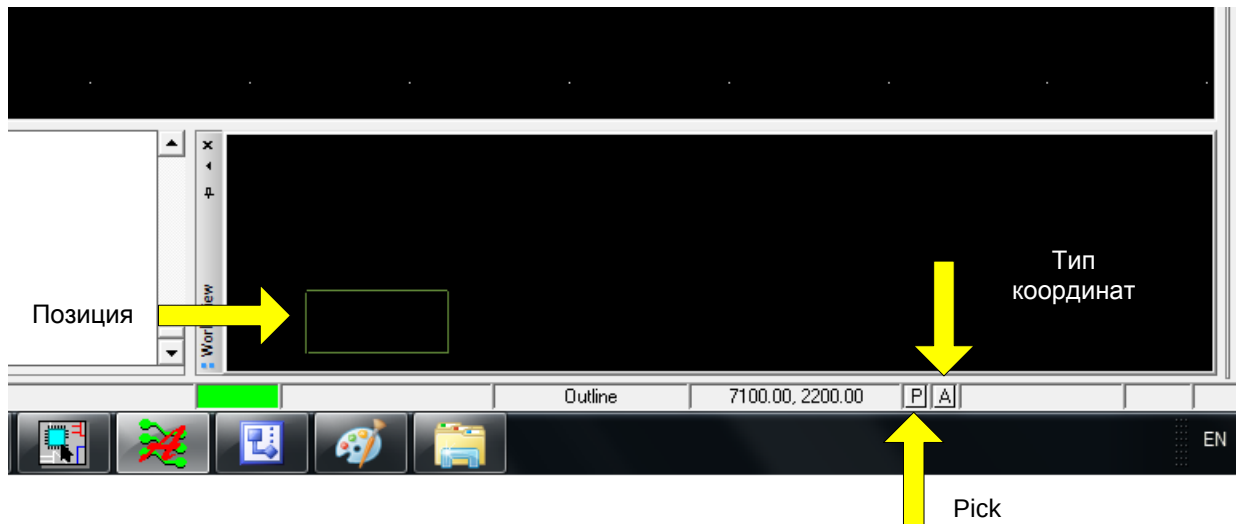
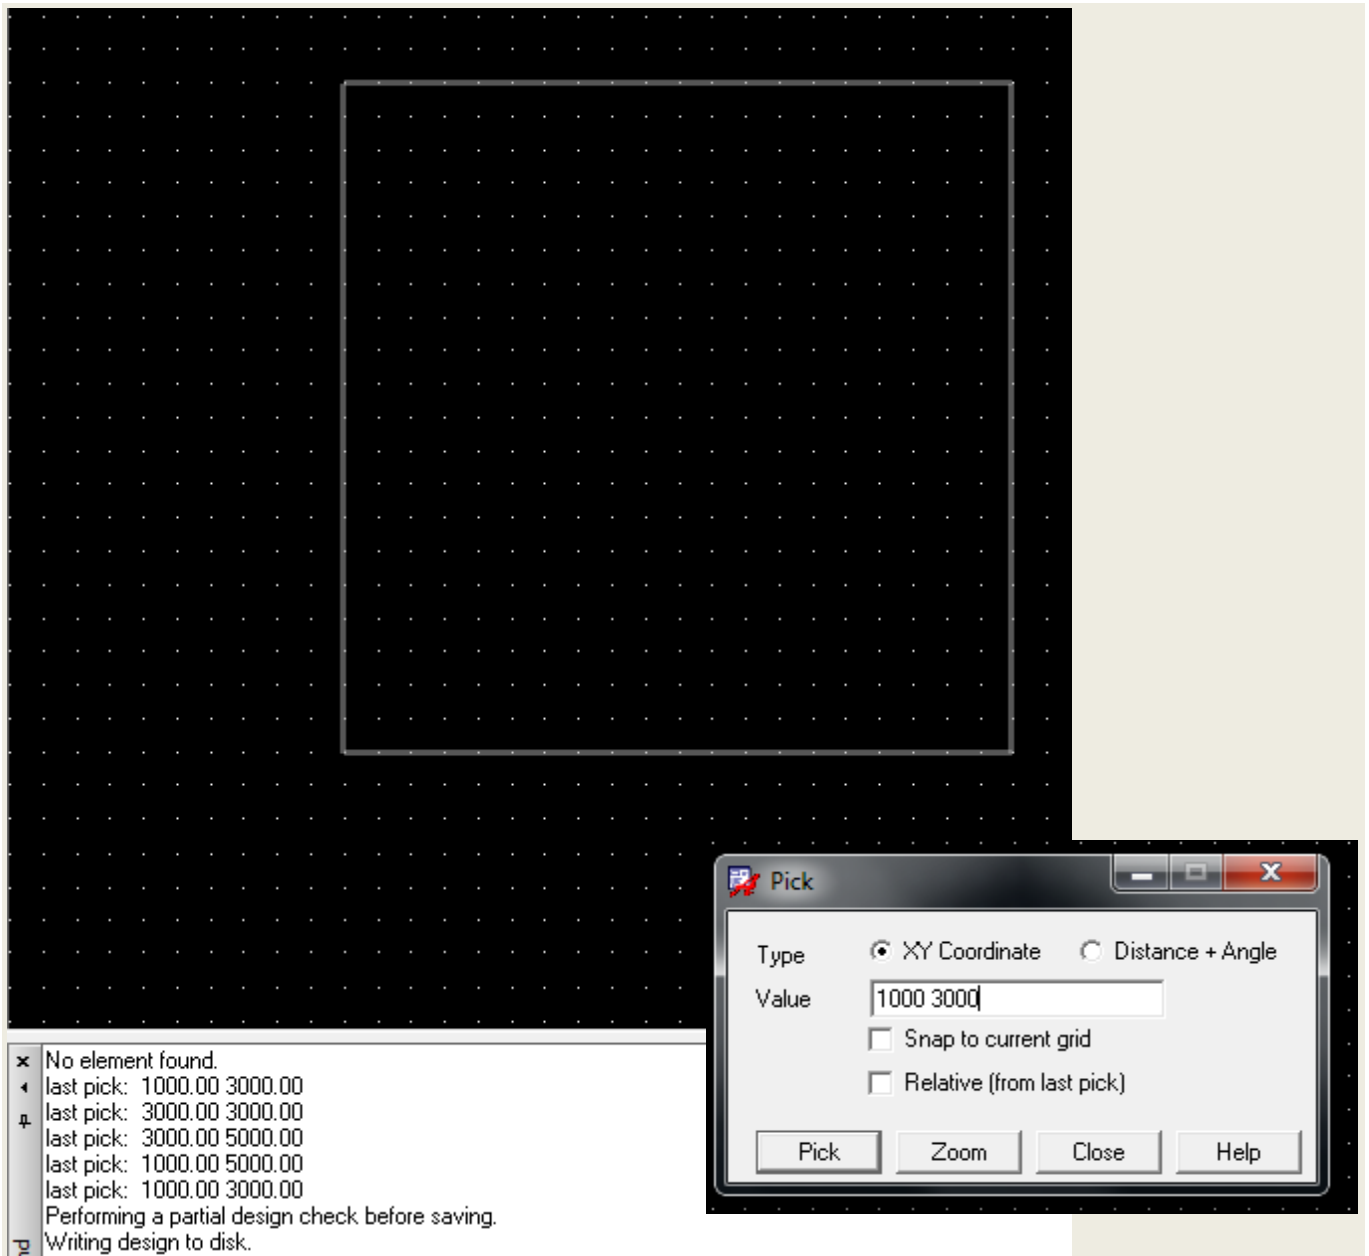

Рис. 21.13. Начало ввода координат платы
Рис. 21.14. Ввод координат контура платы
На рис. 21.13 показан запуск команды `Pick`, выбор типа координат (абсолютные или относительные), позиционирование контура на поле. На рис. 21.14 показан ввод координат и их отображение в окне команд.
4. Заполните оставшийся контур платы, используя следующие координаты (рис. 21.14)